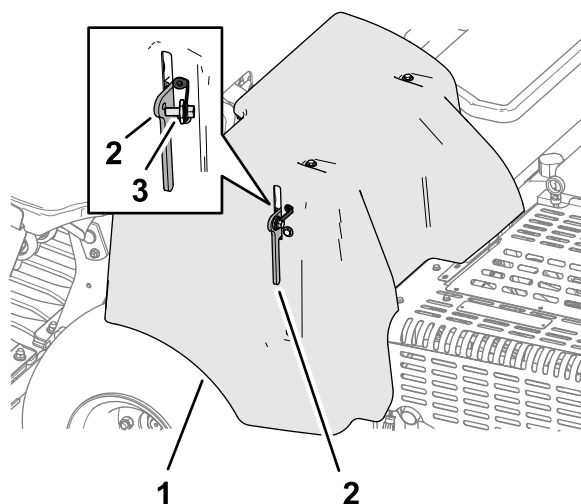

**Figura 136**
4. Se la macchina presenta un cordino di fissaggio del copricinghia CE, avvitate il bullone del cordino nel foro del copricinghia e serrate il bullone (Figura 136).